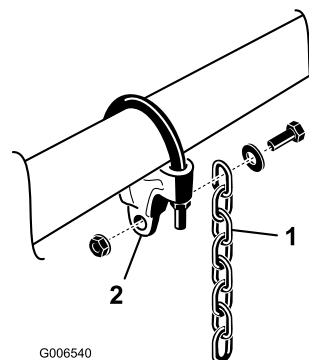

Figura 10
5. Monte una cadena de elevación a cada soporte con un tornillo, una arandela y una tuerca, colocados según se indica en Figura 10.